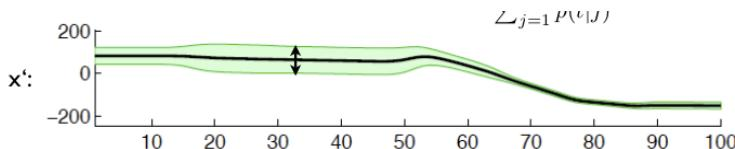

Abbildung 26: Gaussian Mixture Regression
- Berechnung durch Gaussian Mixture Regression (vgl. Abbildung 26): Gewichtung der bedingten Wahrscheinlichkeiten $p(x', i|t)$